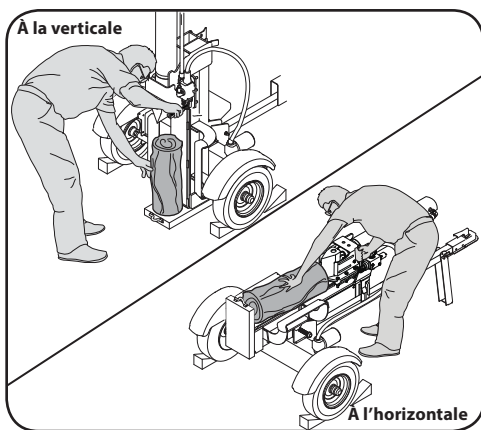

Figure 2-1
6. Lorsque vous utilisez la fendeuse, placez-vous dans la zone de travail comme indiqué dans le manuel de l'utilisateur. Voir Figure 2-1.